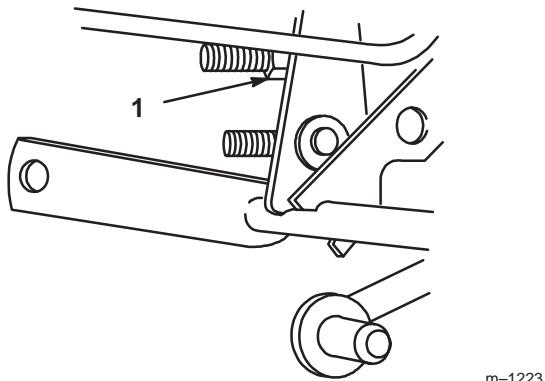

Bild 8
1. Stellen Sie die Transporthöhe durch Drehen der Transporthöhenmutter am Hubmechanismus (Bild 8) ein – im Uhrzeigersinn zum Anheben und entgegen dem Uhrzeigersinn, um das Schneidwerk abzusenken.